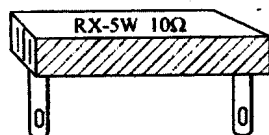

图 1-2 水泥电阻外形图
②水泥电阻器 它是一种陶瓷绝缘功率型线绕电阻，习惯上称为水泥电阻，如图 1-2 所示。按功率可分为 2W、3W、5W、7W、8W、10W、15W、20W、30W 等规格。水泥电阻具有功率大、散